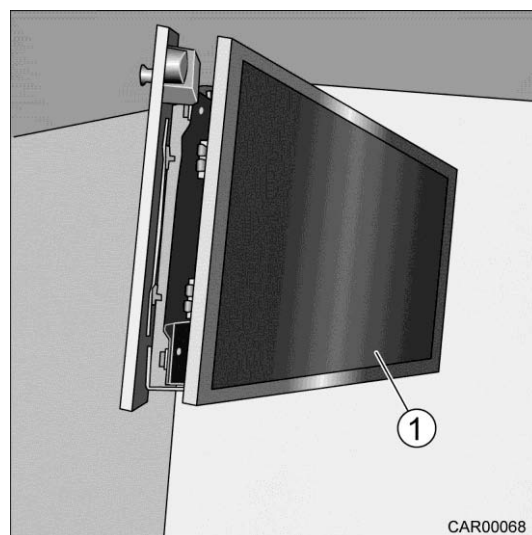

Fig. 133 Système coulissant de l'écran TV dans la chambre
3. Tirer le système coulissant de l'écran TV (Fig. 133/1) en dehors.